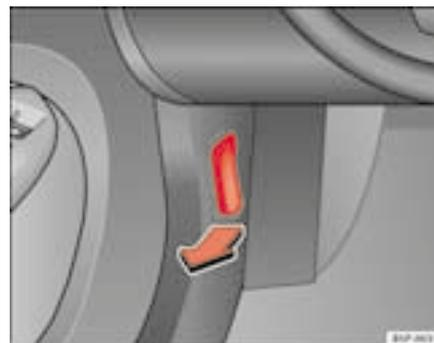

Fig. 155 Pormenor da zona dos pés do lado do condutor: alavanca para a destrancagem do capot.
- Puxar a alavanca que se encontra debaixo do painel de instrumentos ⇒ página 217, fig. 155 no sentido indicado pela seta. O capot fica destrancado pela acção da mola ⇒ .